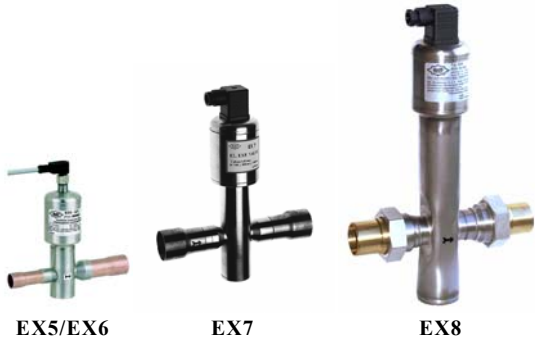

Рис. 1
- Вентиль должен быть установлен в горизонтальном или вертикальном положении (как на Рис.1).
- Располагайте вентиль двигателем вниз (как на Рис.1).